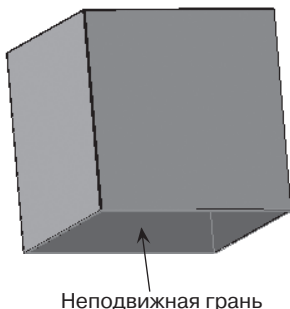

Рис. 378
- выберите неподвижную грань щелчком ЛКМ (рис. 378);